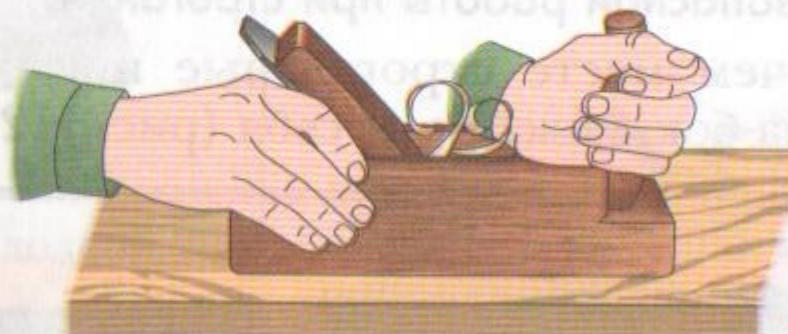

Рис. 114
4. Рубанок правой рукой плотно обхватить за упор, а левой – удерживать за рожок (рис. 114).